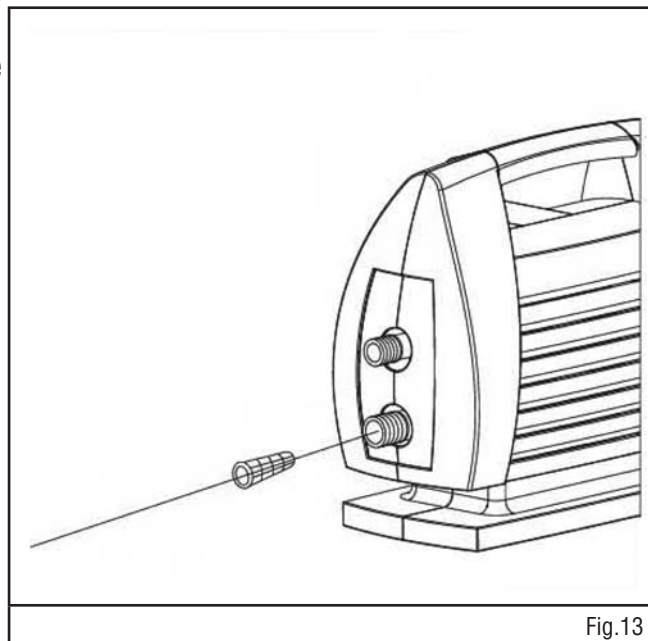

Fig.13
1. Avant chaque utilisation, retirez le raccord rapide et le tamis filtrant de l'admission de la pompe. (Fig. 13)